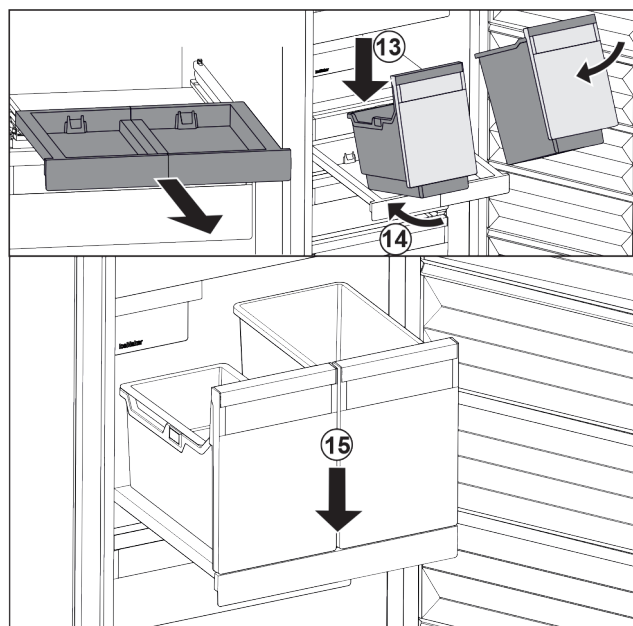

Fig. 107
- Nasadte nádobu šikmo na vysouvací desku. Fig. 107 (13)
- Zasuňte nádobu šikmo dozadu. Fig. 107 (14)
- Usadte vpředu nádobu. Fig. 107 (15)